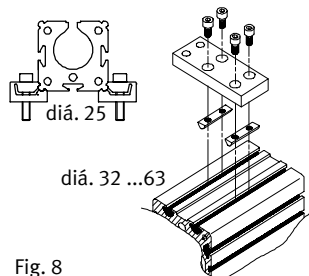

Fig. 8
1. Coloque las fijaciones al perfil en el DGPI(L)-... según la Fig. 8.